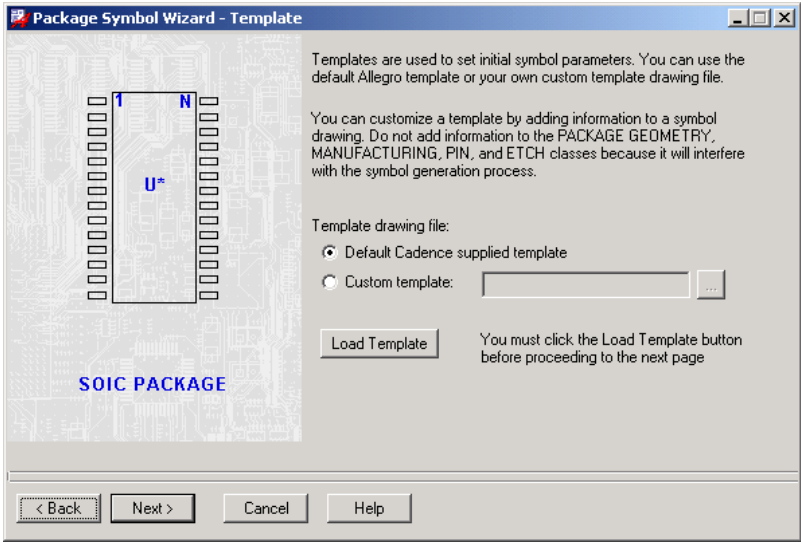

图 6-18 调用模板
- 3) 调用模块。系统弹出如图 6-18 所示的对话框，供设计者调用模块，单击  按